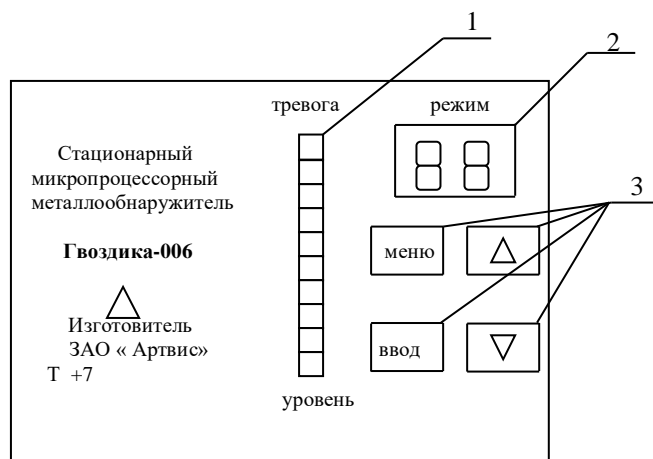

Рисунок 4- Лицевая панель БПГ
7.1.2. Установить сетевой переключатель БП в положение «1». Не более чем через 60с металлообнаружитель должен перейти в рабочее состояние, а индикатор уровня помехи, сигнала и тревоги (ЛИУ) должен выключиться (см. рисунок 4).